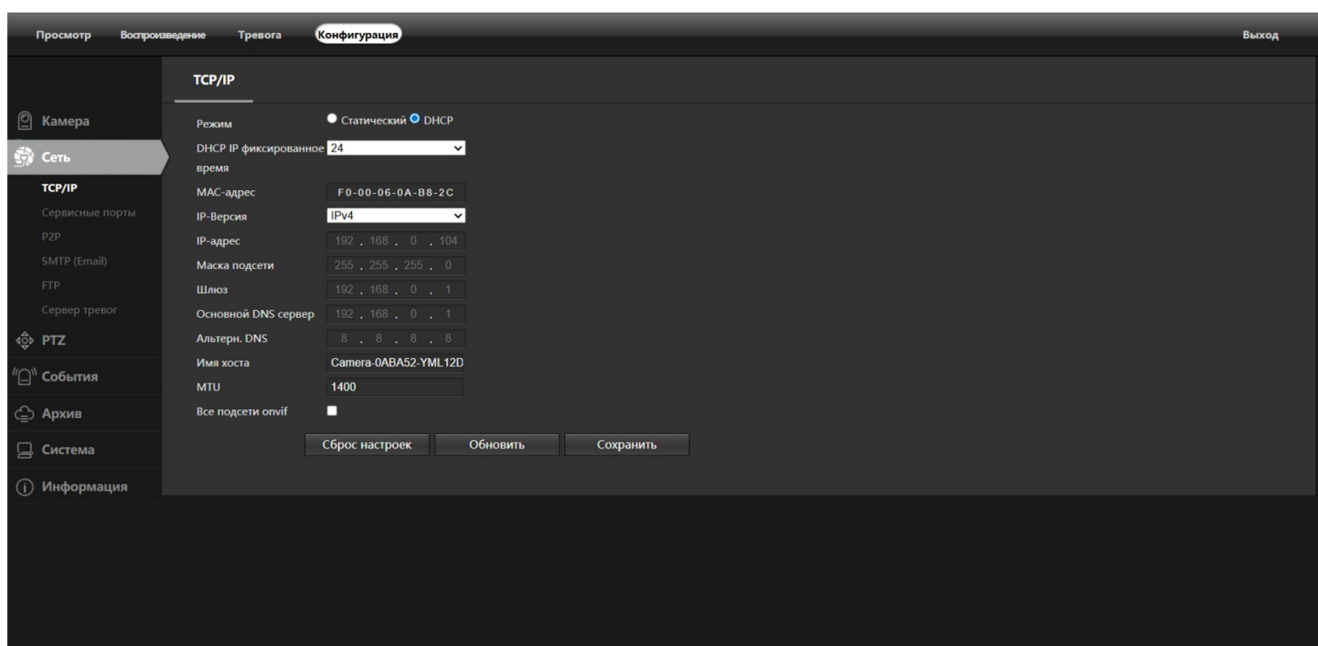

Рис. 3.12.1 — Окно настройки сетевых параметров.
3.12. Настройка TCP/IP (рис. 3.12.1).